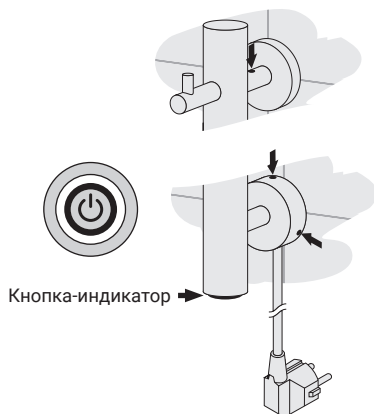

Рис.5
4.1.6. Прижать до упора весь полотенцесушитель к стене и с усилием зафиксировать стопорные винты в кронштейнах (**рис. 5**).
4.1.8. Включение/выключение полотенцесушителя производится кнопкой-индикатором, расположенной в торцевой части изделия (**рис. 5, 12**).
4.2.9. Включение/выключение полотенцесушителя производится кнопкой-индикатором, расположенной в торцевой части изделия (рис. 5, 12).